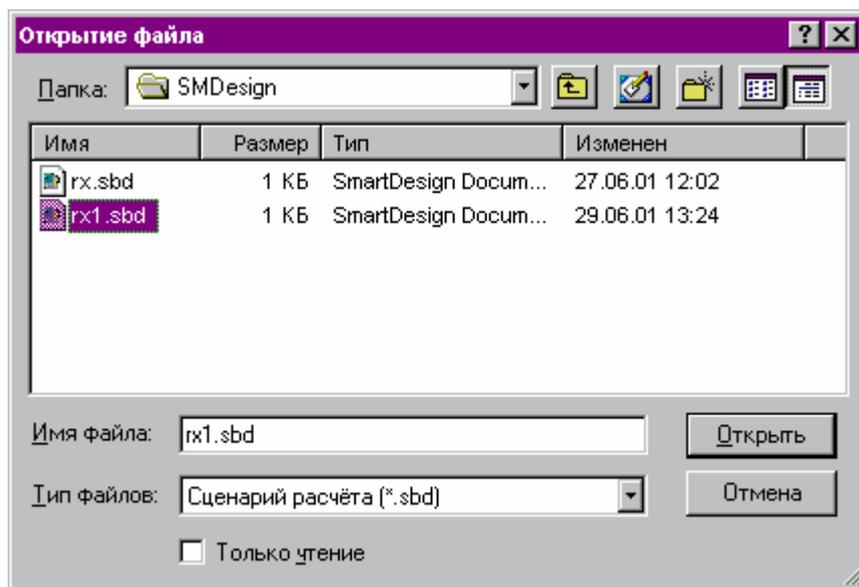

рис. 5
2.1.3.1.2. Команда «Открыть» восстанавливает расчёт из ранее сохранённого файла сценария. Выполнение этой программы вызывает стандартный диалог открытия файла (рис. 5).